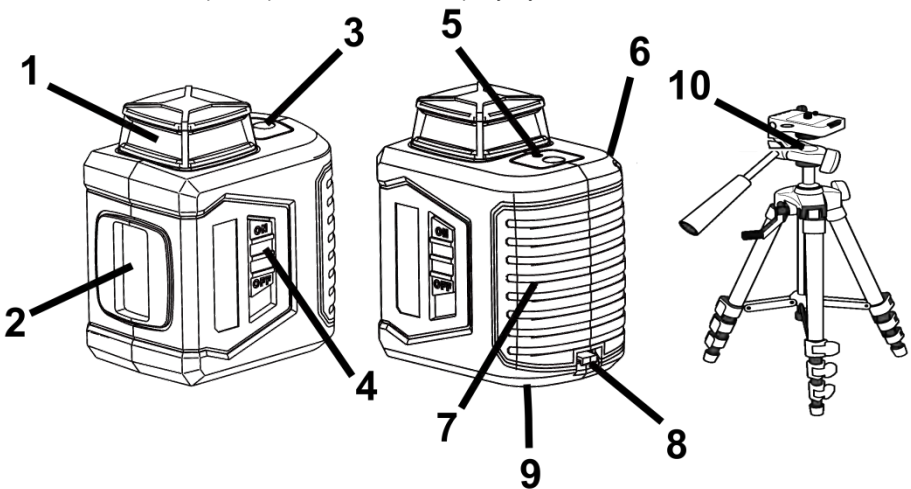

Рисунок 1
Встановіть рівень на рівну плоску поверхню навпроти об'єкта, на який необхідно проектувати промені. Індикатор вирівнювання 5 повинен бути зверху. Відхилення від горизонту поверхні, на якій встановлений рівень, не повинно бути більше $\pm 4^\circ$. Посуньте клавішу (4) вгору для роботи в режимі самовирівнювання. Ввімкніть проектування променів кнопкою (3) (рисунок 1). З вихідного отвору 1 проектується горизонтальний промінь 360° , з вихідного отвору 2 проектується вертикальний промінь. Ці два промені формують на протилежному від рівня об'єкті дві взаємно-перпендикулярні лінії, горизонтальну і вертикальну. Протягом приблизно чотирьох секунд рівень автоматично вирівнюється. Після закінчення процесу вирівнювання індикатор 5 (рисунок 1) заблимає зеленим кольором. Якщо індикатор 5 блимає червоним кольором, це означає, що рівень встановлений з боковим або фронтальним нахилом, більшим ніж $\pm 4^\circ$.
- 1) Натисніть одноразово кнопку (3) (рисунок 1) для побудови тільки горизонтальної лінії навколо рівня на 360 градусів;
- 2) Натисніть двічі кнопку (3) (рисунок 1) для побудови тільки вертикальної лінії перед рівнем;
- 3) Натисніть тричі кнопку (3) (рисунок 1) для побудови горизонтальної та вертикальної ліній одночасно;
- 4) Натисніть чотири рази кнопку (3) (рисунок 1) для вимкнення проектування променів.
5.2 Виріб, очищений від пилу та бруду, має зберігатися в упаковці підприємства-виробника в сухих провітрюваних приміщеннях при температурі навколишнього середовища від -5 °C до +40 °C, з відносною вологістю повітря не більше 80% і відсутністю прямого впливу атмосферних опадів. При зберіганні та транспортуванні кнопка 4 (рисунок 1) повинна бути зсунута вниз. Упаковка повинна зберігатися до закінчення гарантійного терміну експлуатації виробу.